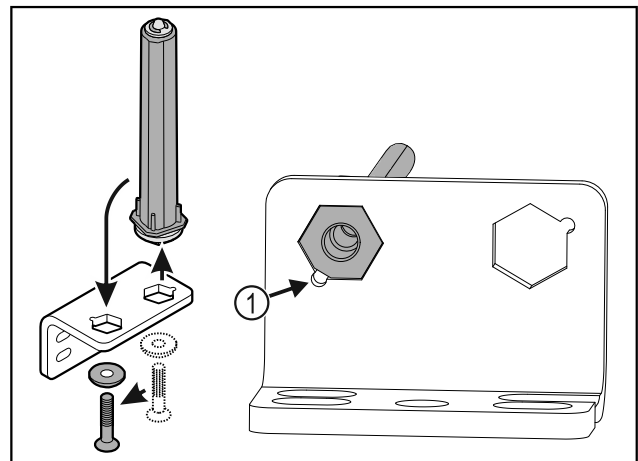

Fig. 40
- ▶ Atkreipkite dėmesį į tai, kad įstatant nuožulni kaiščio pusė Fig. 40 (1) nukreipta į apvalią skylę.